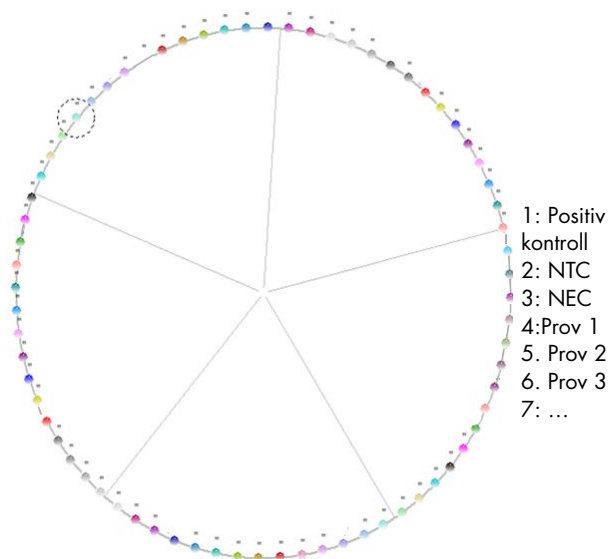

Bild 2. Exempel på provrörslayout på RGQ MDx 5plex HRM-plattformen
- Tillsätt 15 µl med reaktionsmix berett i steg 5 till de provrör som dedikerats till prover och kontroller (Bild 2 tillhandahålls som ett exempel). Blanda genom att pipettera upp och ned 5 gånger och stäng därefter PCR provrörens lock, förutom det som reserverats som SARS-CoV-2 Positiv Control.
- Placera provrören i real-time-cyklern (ett exempel på provrörlayout visas i Bild 2) och starta cyklingsprogrammet som det beskrivs i Tabell 3.